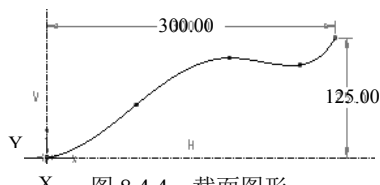

图 8.4.4 截面图形
(1) 选择  功能选项卡  节点下的  命令。
(2) 在系统提示为 feature 输入一个名字时, 输入图形名称 cam01 并按回车键。
(3) 系统进入草绘环境, 单击  功能选项卡  区域中的“坐标系”按钮 , 创建一个坐标系。
(4) 通过坐标原点分别绘制水平、垂直中心线。
(5) 绘制图 8.4.4 所示的样条曲线(绘制此样条曲线时, 首尾点的坐标要正确, 其他点的位置及个数可任意绘制, 其将由后面的数据文件控制)。